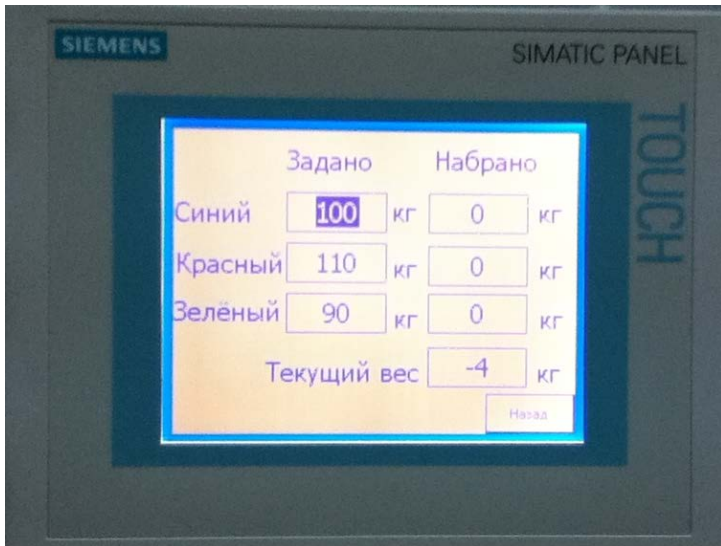

Рисунок 3.8 – Приклад завдання та результатів налитих компонентів фарби на панелі TP170micro
2. Вага компонентів фарби, що дозується повинна бути задана на сенсорній панелі TP170місго в стовпчику комірок введення/виведення «ЗАДАНО» (записується в комірку пам'яті з символічною назвою «вес_заданный_комп1»), а результати набирання налитих компонентів фарби виведення «НАБРАНО» (записується в комірку пам'яті з символічною назвою «вес_набранный_комп1») (Рис. 3.8).